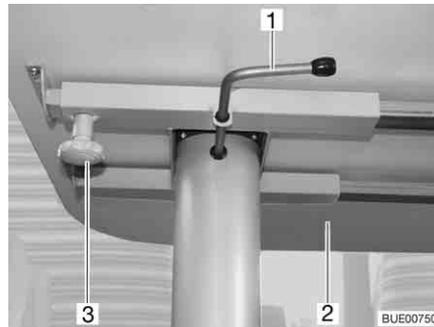

Bild 63 Hubtisch, verschiebbar
- Rändelschraube (Bild 63,3) lösen.
- Tischplatte (Bild 63,2) in die gewünschte Position schieben.
- Den Verriegelungshebel (Bild 63,1) nach links schwenken. Die Verriegelung des Hubmechanismus ist offen.
- Tischplatte (Bild 63,2) in der Mitte bis zum Anschlag nach unten drücken und gedrückt halten.
- Den Verriegelungshebel (Bild 63,1) nach rechts schwenken (Bild 63). Der Hubmechanismus ist verriegelt.
- Den Verriegelungshebel (Bild 63,1) nach links schwenken. Die Verriegelung des Hubmechanismus ist offen. Die Tischplatte fährt bis zum Anschlag nach oben.
- Den Verriegelungshebel nach rechts schwenken (Bild 63). Der Hubmechanismus ist verriegelt.